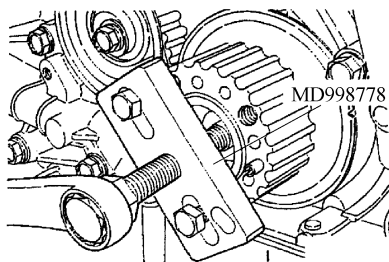

图 4-38 拆卸曲轴带轮
(4) 曲轴带轮的拆卸 若因粘着不易拆卸, 请使用专用工具, 如图 4-38 所示。